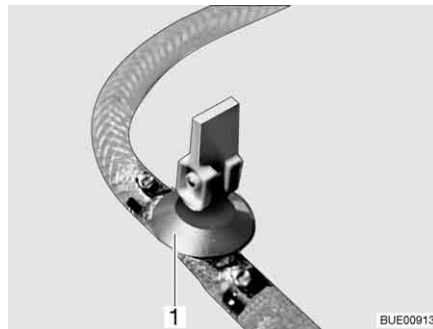
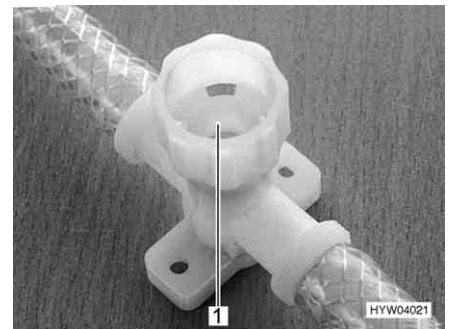

Bild 154 Ablasshahn (mit Kipphebel)
Bild 155 Ablasshahn (mit Drehkappe)
- Alle Ablasshähne schließen. Dazu den Kipphebel des Ablasshahns (Bild 154, 1) waagrecht stellen oder die Kappe des Ablasshahns (Bild 155, 1) im Uhrzeigersinn drehen.